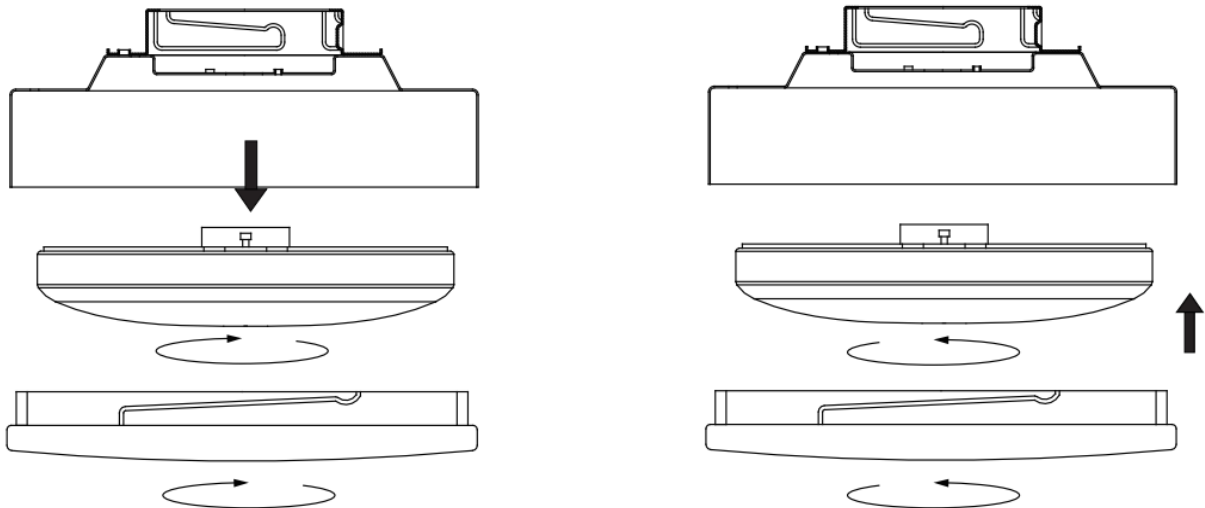

Abb. 7
**MONTAGE DER LAMPE (Fig. 7)**